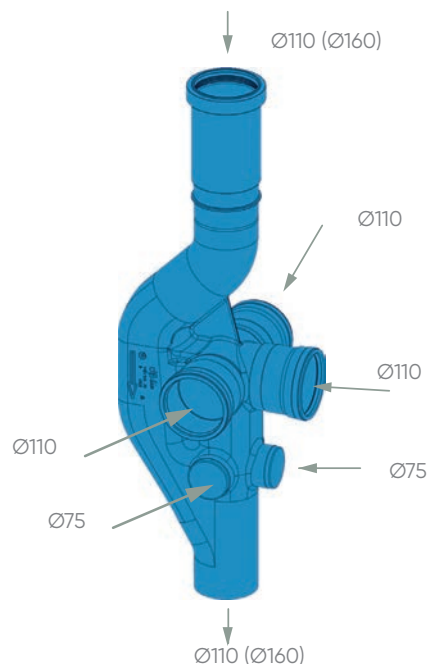

Fig. 15
- Permite unir los diámetros DN 110 y DN 75 en una conexión (Fig. 15).